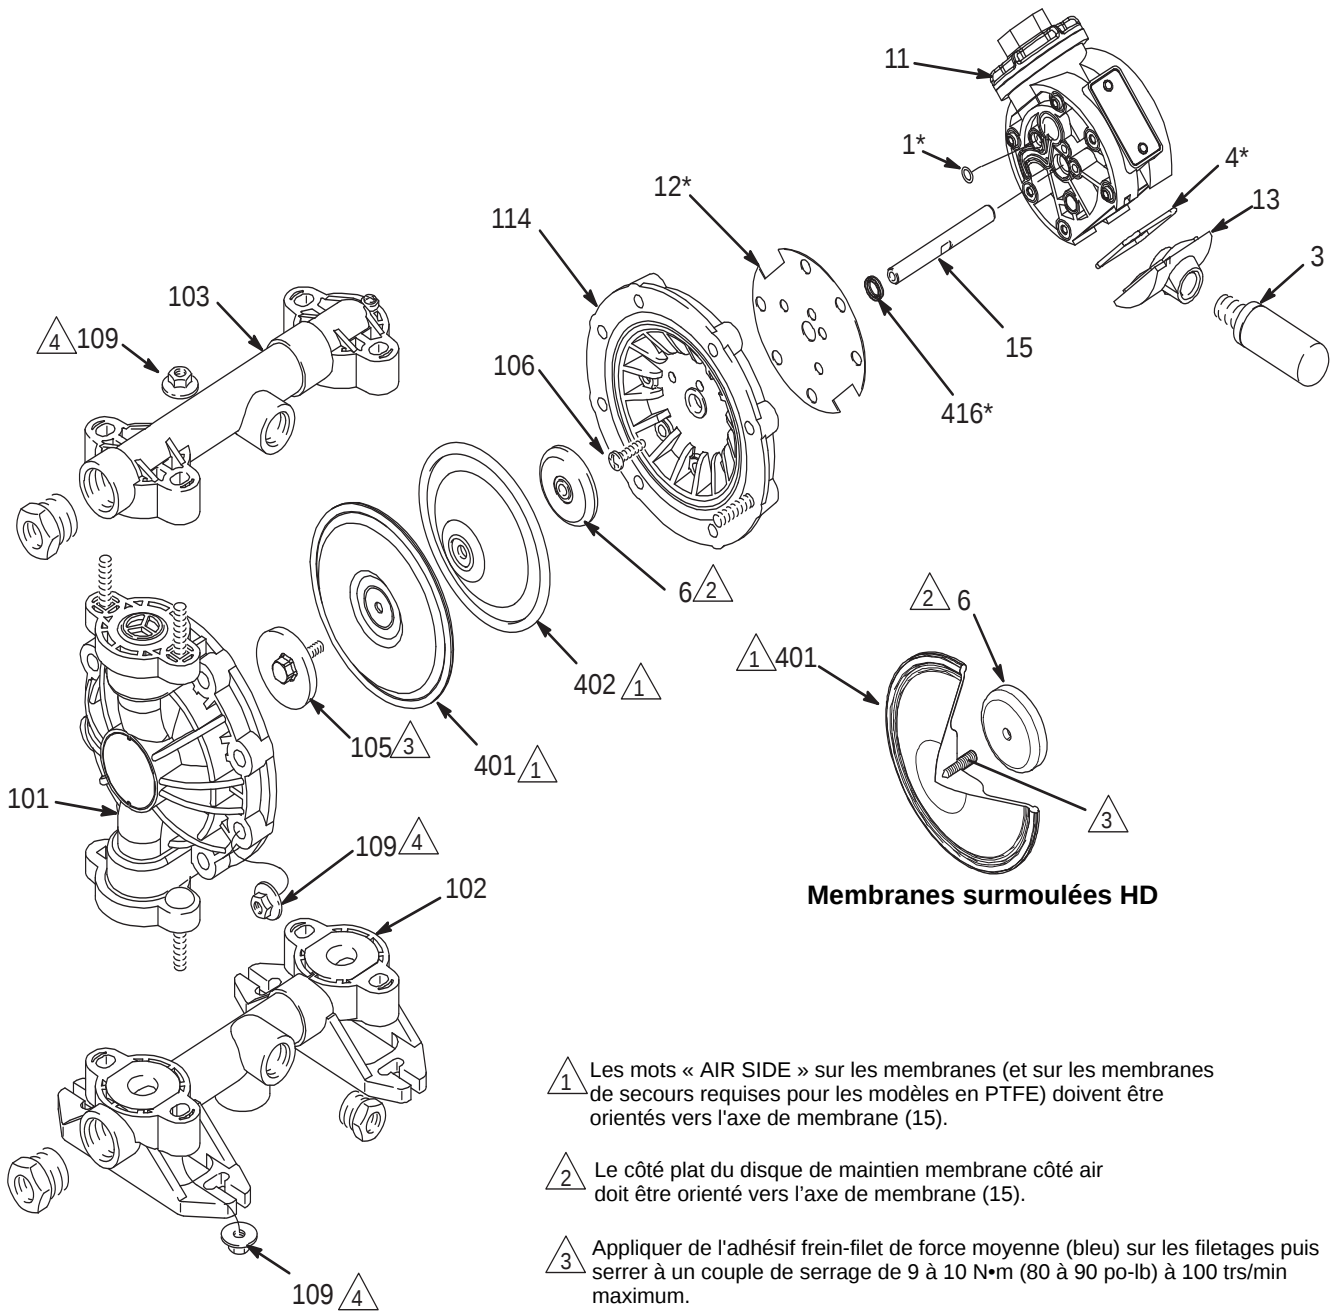

Fig. 10
REMARQUE : Kit de réparation de la section d'air 25U241 disponible. Les pièces comprises dans le kit sont indiquées avec une (*) sur la **Fig. 10** et **Fig. 11**. Le kit contient aussi un tube de graisse universelle 111920. Procéder de la manière suivante pour effectuer un entretien sur la section d'air. Voir **Fig. 10** et **Fig. 11**.
REMARQUE : il existe un kit de réparation D05XXX pour la section produit. Voir page 23 pour commander le kit adapté à la pompe utilisée. Faire l'entretien des membranes de la manière suivante. Voir **Fig. 10**.
1. Enduire les filetages des plaques de membrane côté liquide (105) d'adhésif frein-filet de force moyenne (bleu) pour filetage. Placer les pièces suivantes sur une extrémité de l'axe de membrane (15) (voir l'ordre de montage sur la **Fig. 10**) : plaque de membrane côté air (6), membrane de secours (402, utilisée uniquement pour les modèles avec membranes en PTFE), membrane (401) et plaque de membrane côté liquide (105).